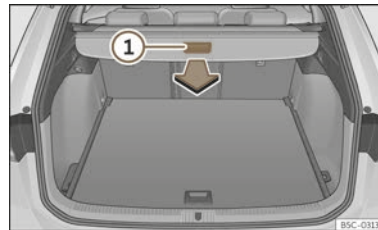

Abb. 190 Im Gepäckraum: Abdeckung ausziehen.
- Ziehen Sie gleichmäßig die Abdeckung am Haltegriff >>> (Abb. 190) ① heraus, bis diese hörbar einrastet.